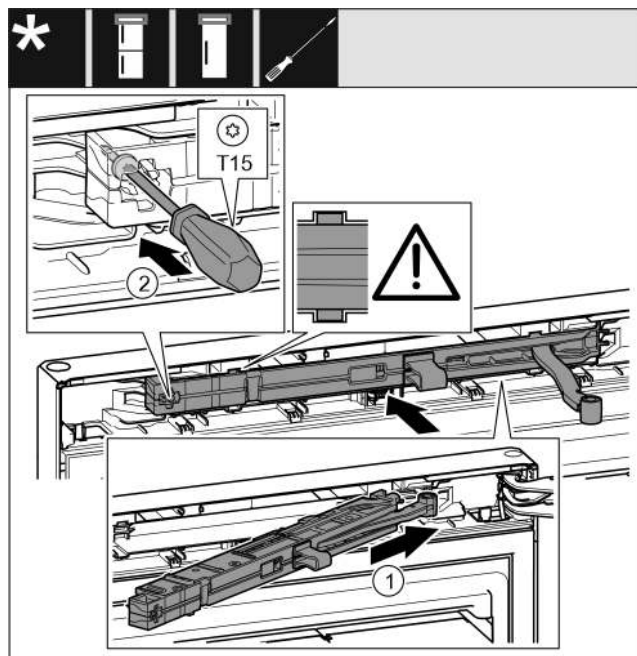

Fig. 25
- Вставьте узел амортизатора в выемку со стороны опорного кронштейна под наклоном до упора. Fig. 25 (1)
- Затяните винт отверткой T15. Fig. 25 (2)